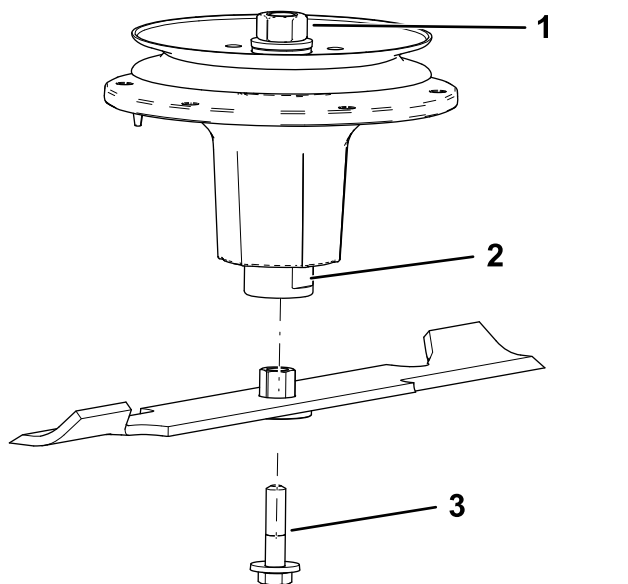

Figura 122
2. Instale el conjunto de casquillo/cuchilla en el eje (Figura 122).